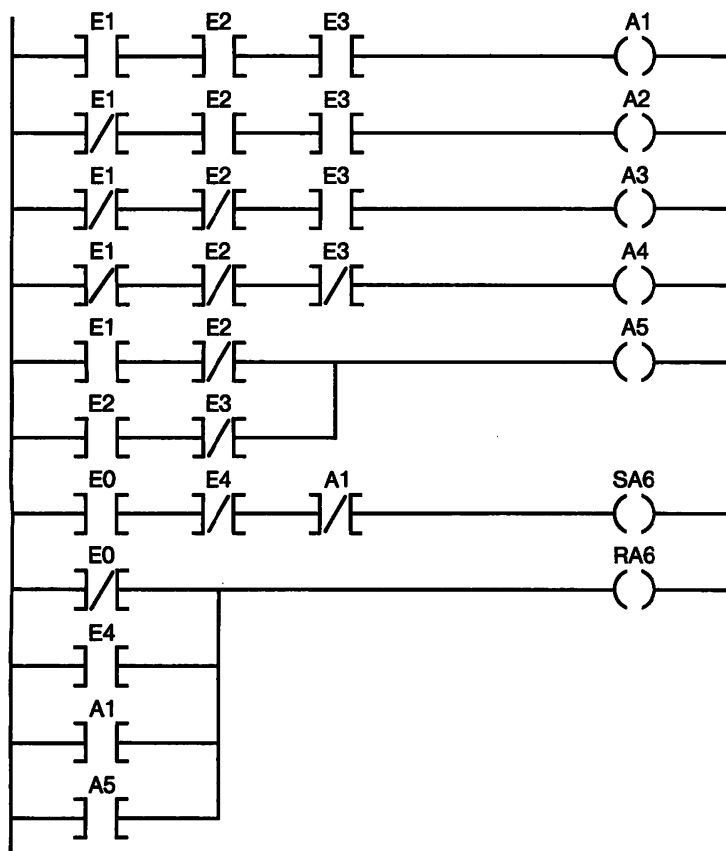

Bild F43.1
- e) Der Kontaktplan in Bild F43.1 entspricht vorstehendem Programm.